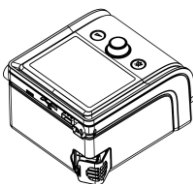

Fig. 11-2
(2) Installeer de filterdop met de luchtfilter naar het hoofdapparaat zoals weergegeven in Fig. 11-2.